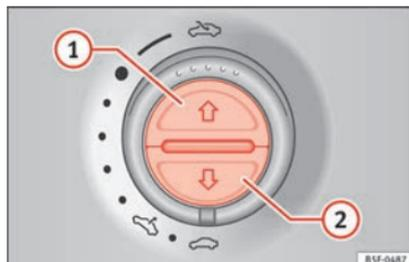

Fig. 138 En el revestimiento interior del techo: teclas de la cortinilla parasol.
Abrir completamente (función automática)	Pulse la tecla » fig. 138 ① brevemente.
- El conmutador debe estar en la posición de "cerrado" » pág. 17 ①.
- *Techo panorámico corredizo:* Durante los 5 segundos siguientes tras dispararse la función antiaprisionamiento, mantenga el mando tirado hacia atrás » pág. 17 (flecha ⑤) hasta que el techo panorámico corredizo quede completamente cerrado.
- *Cortinilla parasol:* Durante los 5 segundos siguientes tras dispararse la función antiaprisionamiento, pulse la tecla » fig. 138 ② »